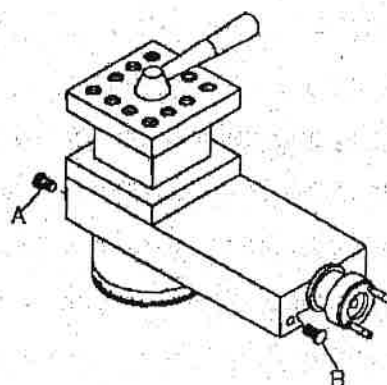

Abbildung 34
7.8.3. Oberschlitten Justierung Abb. 34